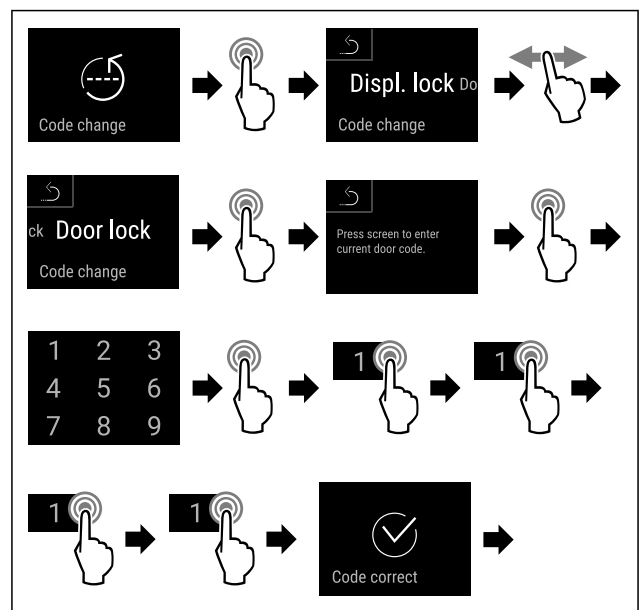

Fig. 81
- ▶ Atlikite veiksmus (žr. Fig. 81) .